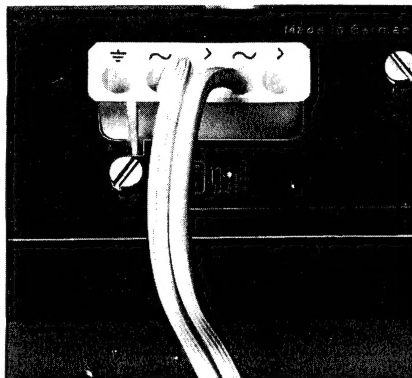

Fig. 2
B.Nr. 213 982, AMP Nr. 160 565/1 (Fig. 2)
(Fig. 2 und 3).